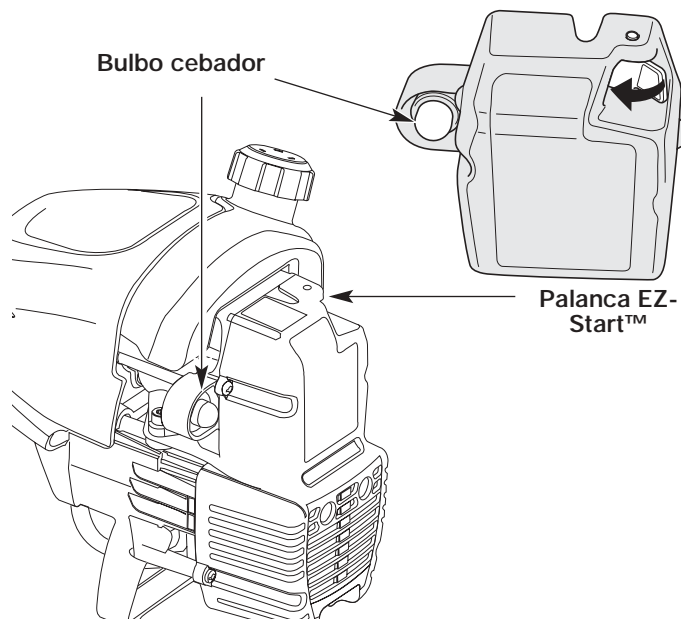

Fig. 7
3. Oprima y suelte por completo la bombilla del cebador lentamente de 10 veces. El combustible debe estar visible en la bombilla (Fig. 7). Si el combustible no está visible, oprima tres (3) veces más o hasta que lo vea.
4. Empuje la palanca EZ-Start™ hacia la izquierda hasta que encaje y se asegure en su lugar (Fig. 7).
6. Oprima el control del regulador para calentar el motor de 5 a 10 segundos. La palanca EZ-Start™ se desactiva automáticamente (Fig. 7).